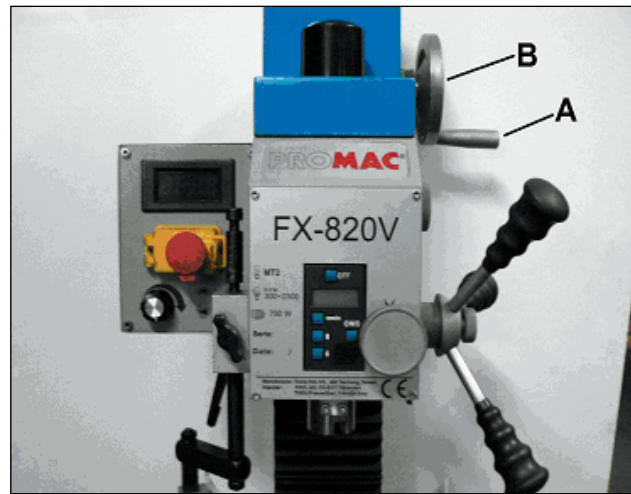

Fig. 02
1. Kopfdrehrad und dessen Griff wie in (A + B, Fig. 02) gezeigt montieren.